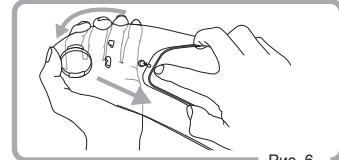

Рис. 6
2. Извлеките фирменную съемную линзу Pinlock® из эксцентриков, разгибая визор. (Рис. 6)